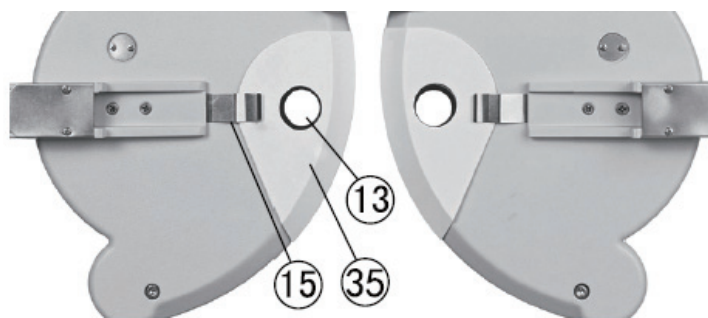

Fig.10
Atașați ecranul facial ③⑤ astfel încât acea clemă de protecție facială ①⑤ o prinde. Apoi aliniați deschiderea ecranului facial cu deschiderea de examinare ①③ (Fig.10).